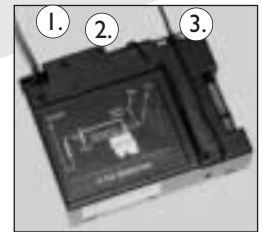

Abb. 24
*Sorgen Sie dafür, dass die Antenne nicht zu dicht beim Zündkabel oder dem Hochspannungstransformator (unter der Abdeckplatte) liegt. Dies kann den Empfänger beschädigen, (siehe Abbildung 24)*
Knopf A (Fig. 24) auf MAN. Drücken Sie nun durch das Loch von Knopf A mit z. B. einem Kugelschreiber oder Schraubenzieher die Spule ein. Der Zündflammenbrenner bekommt nun Gas, wodurch man die Zündflamme mit Streichhölzern oder einem Anzünder zünden kann. Nach 10 Sek. können Sie die Spule loslassen und wird der Zündflammenbrenner an bleiben.